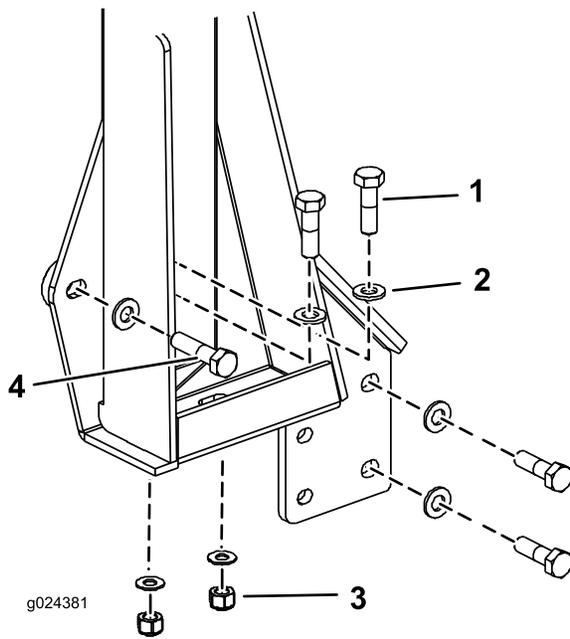

Figure 4
11. En vous reportant au tableau suivant et à la Figure 4, déterminez la taille et l'emplacement des fixations utilisées pour monter chaque côté du support inférieur du ROPS sur le groupe de déplacement. Serrez les boulons à 75 Nm.